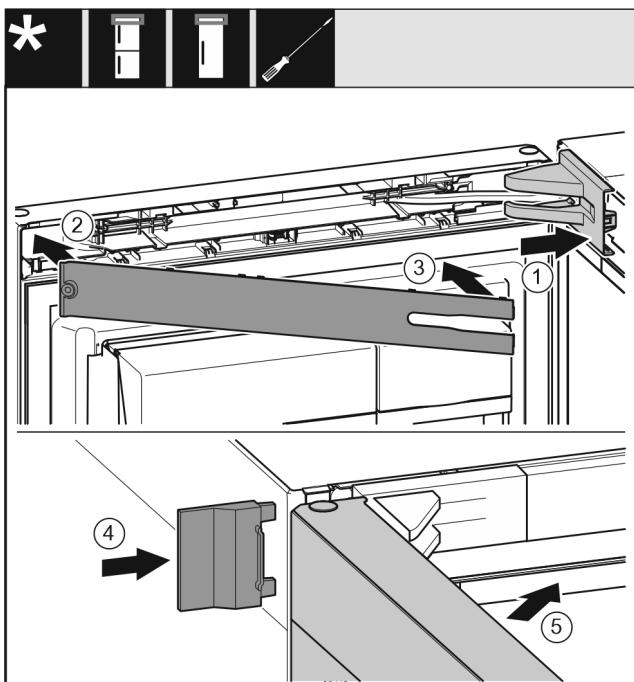

Fig. 27
- Встановіть та зафіксуйте кришку опорного кронштейна, у разі необхідності – обережно розтисніть. Fig. 27 (1)
- Встановіть панель. Fig. 27 (2)
- Поверніть і зафіксуйте панель. Fig. 27 (3)
- Насуньте зовнішню кришку. Fig. 27 (4)
- Закройте верхні дверцята. Fig. 27 (5)